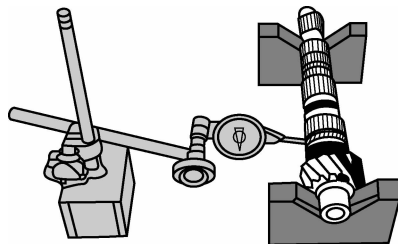

图 6-47 输入轴与输出轴直线度的检查
(3)输入轴与输出轴直线度的检查。如图 6-47 所示,用百分表和 V 形铁支座检测输入轴与输出轴的圆柱面跳动来检查其直线度,直线度应达到规定的要求,否则就要更换。